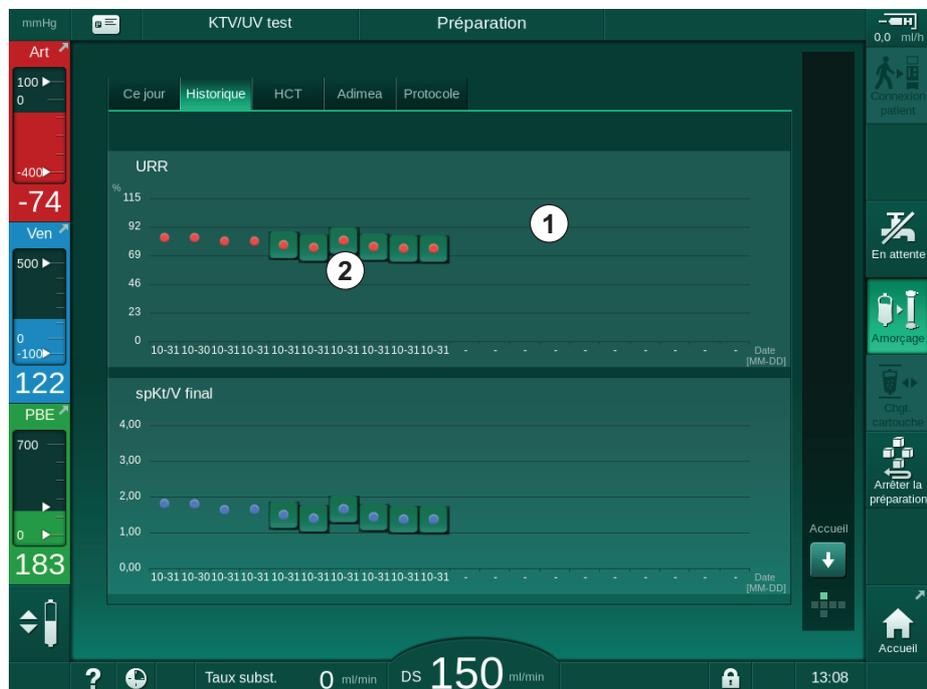
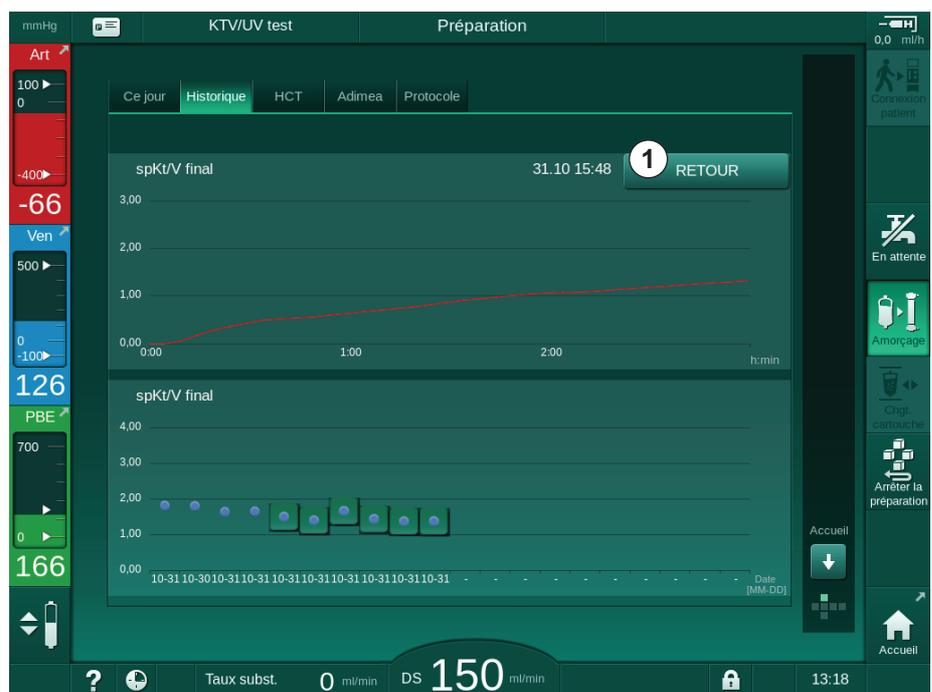

Fig. 11-14 Paramètre Historique sur l'écran *Infos*.
Fig. 11-15 Vue des tendances d'un paramètre sélectionné
Des informations plus détaillées sont disponibles pour les 6 derniers traitements terminés. Après avoir touché la marque correspondante du paramètre (Fig. 11-14, ②) pour une certaine date, une tendance de ce paramètre est affichée pour cette thérapie particulière (Fig. 11-15). La résolution est de 5 minutes. La vue des tendances est fermée en touchant *Retour* ① .